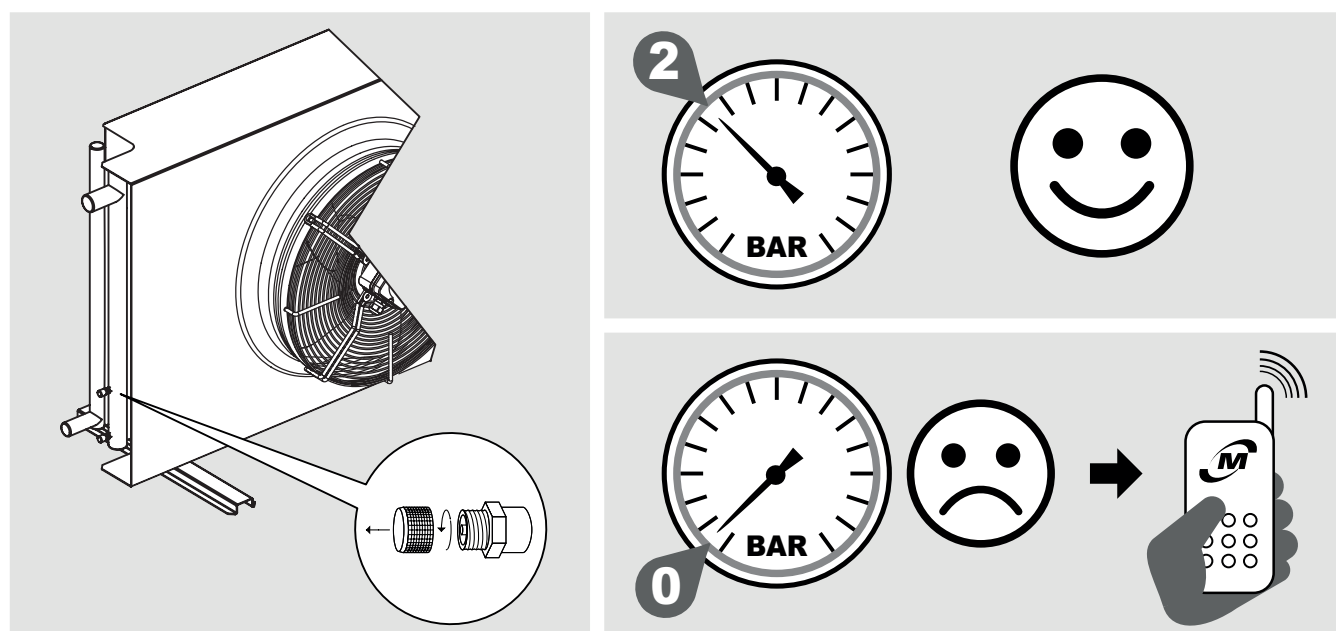

Figure 2
- 4.2 Les échangeurs des condensateurs et des refroidisseurs de gaz sont dotés d'une précharge d'air sec à 2 bar et disposent de raccords de remplissage de 1/4" SAE. Vérifier la présence de pression; en l'absence de pression, contacter immédiatement Modine et signaler le problème sur le document de transport. L'absence de pression indique une fuite due à un dommage subi durant le transport. Voir la Figure 2.